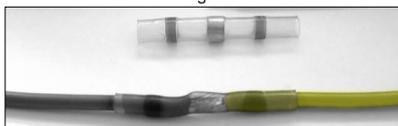

Fig.3
8. Collegare il filo giallo al capo B utilizzando un altro terminale termo restringente (fig. 3).